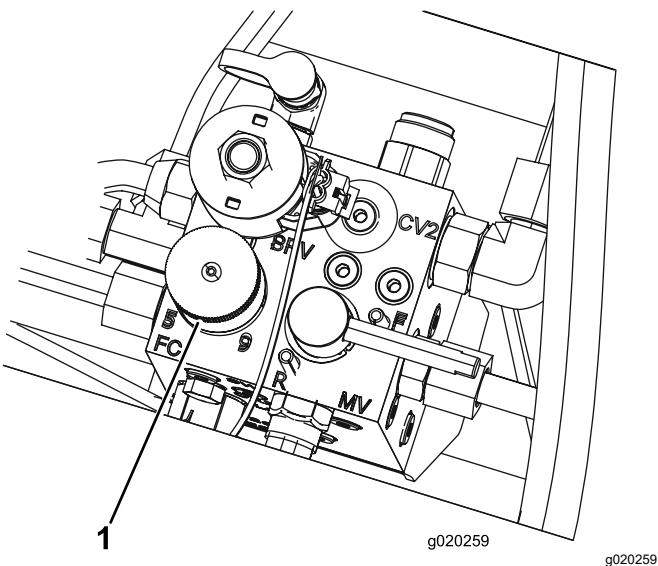

Figura 33
4. Per impostare la velocità dei cilindri girate la manopola (Figura 33) fino a portare la freccia in linea con il numero corrispondente all'impostazione desiderata.